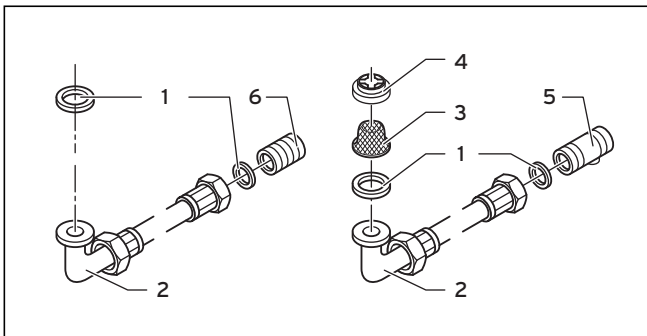

Fig. 5.1 Piezas de empalme
- Coloque el limitador de la cantidad de agua (4) y, a continuación el filtro de agua (3) de acuerdo con la Fig. 5.1 en la conexión de agua fría del aparato.